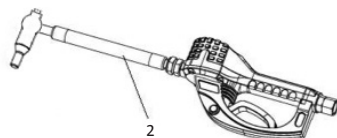

FIG. 3
1. Skru slangen med dyse (2) ind i målerens udløb med mindst tre drejninger. (FIG. 3). Undlad at anvende en drejelås eller en manuel lukkedysse. Du skal anvende en automatisk dyse på måleren, ellers kan måleren blive skadet.